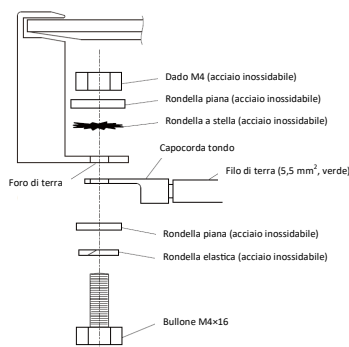

Figura 6: Metodo di messa a terra
- Utilizzare il filo di terra (verde) con un diametro di almeno 5,5 mm² per assicurare che tutti i moduli siano messi a terra secondo il metodo illustrato nella figura 6.